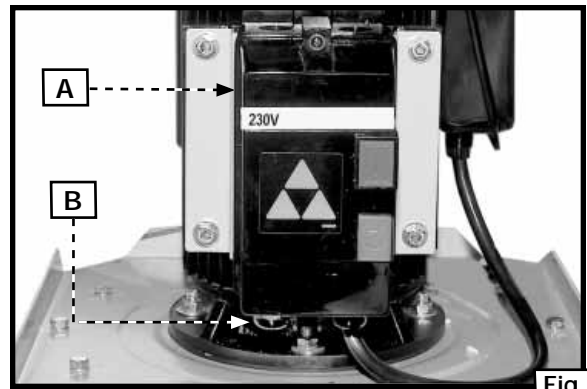

Fig. 15
1. Para conectar el recolector a un sistema eléctrico, retire la tapa del controlador (A) Fig. 15.
2. Introduzca la línea de energía trifásica a través del orificio de acceso (B) Fig. 15 de la parte inferior de la caja del controlador.